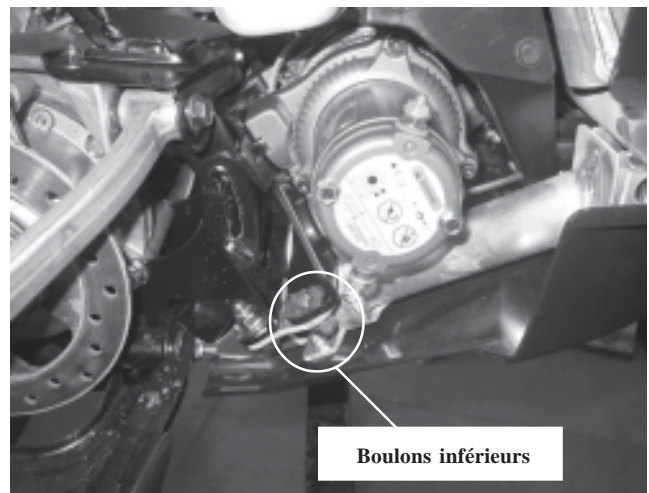

Figure 5
4. Fixez le support de montage (A1) sur les languettes de montage d'origine à l'aide de 2 boulons à tête hexagonale 5/16 - 18 x 1 po (B5), 2 rondelles plates 5/16 - 18 (B1) et 2 écrous de blocage 5/16 - 18 (B3). Ne serrez pas pour l'instant. Voir la Figure 5.